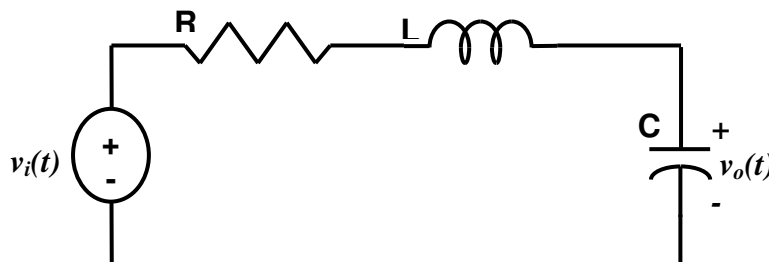

Figura 7.21.- Circuito RLC a simular
**Ejercicio.** Simular el comportamiento del circuito eléctrico de la figura 7.21.